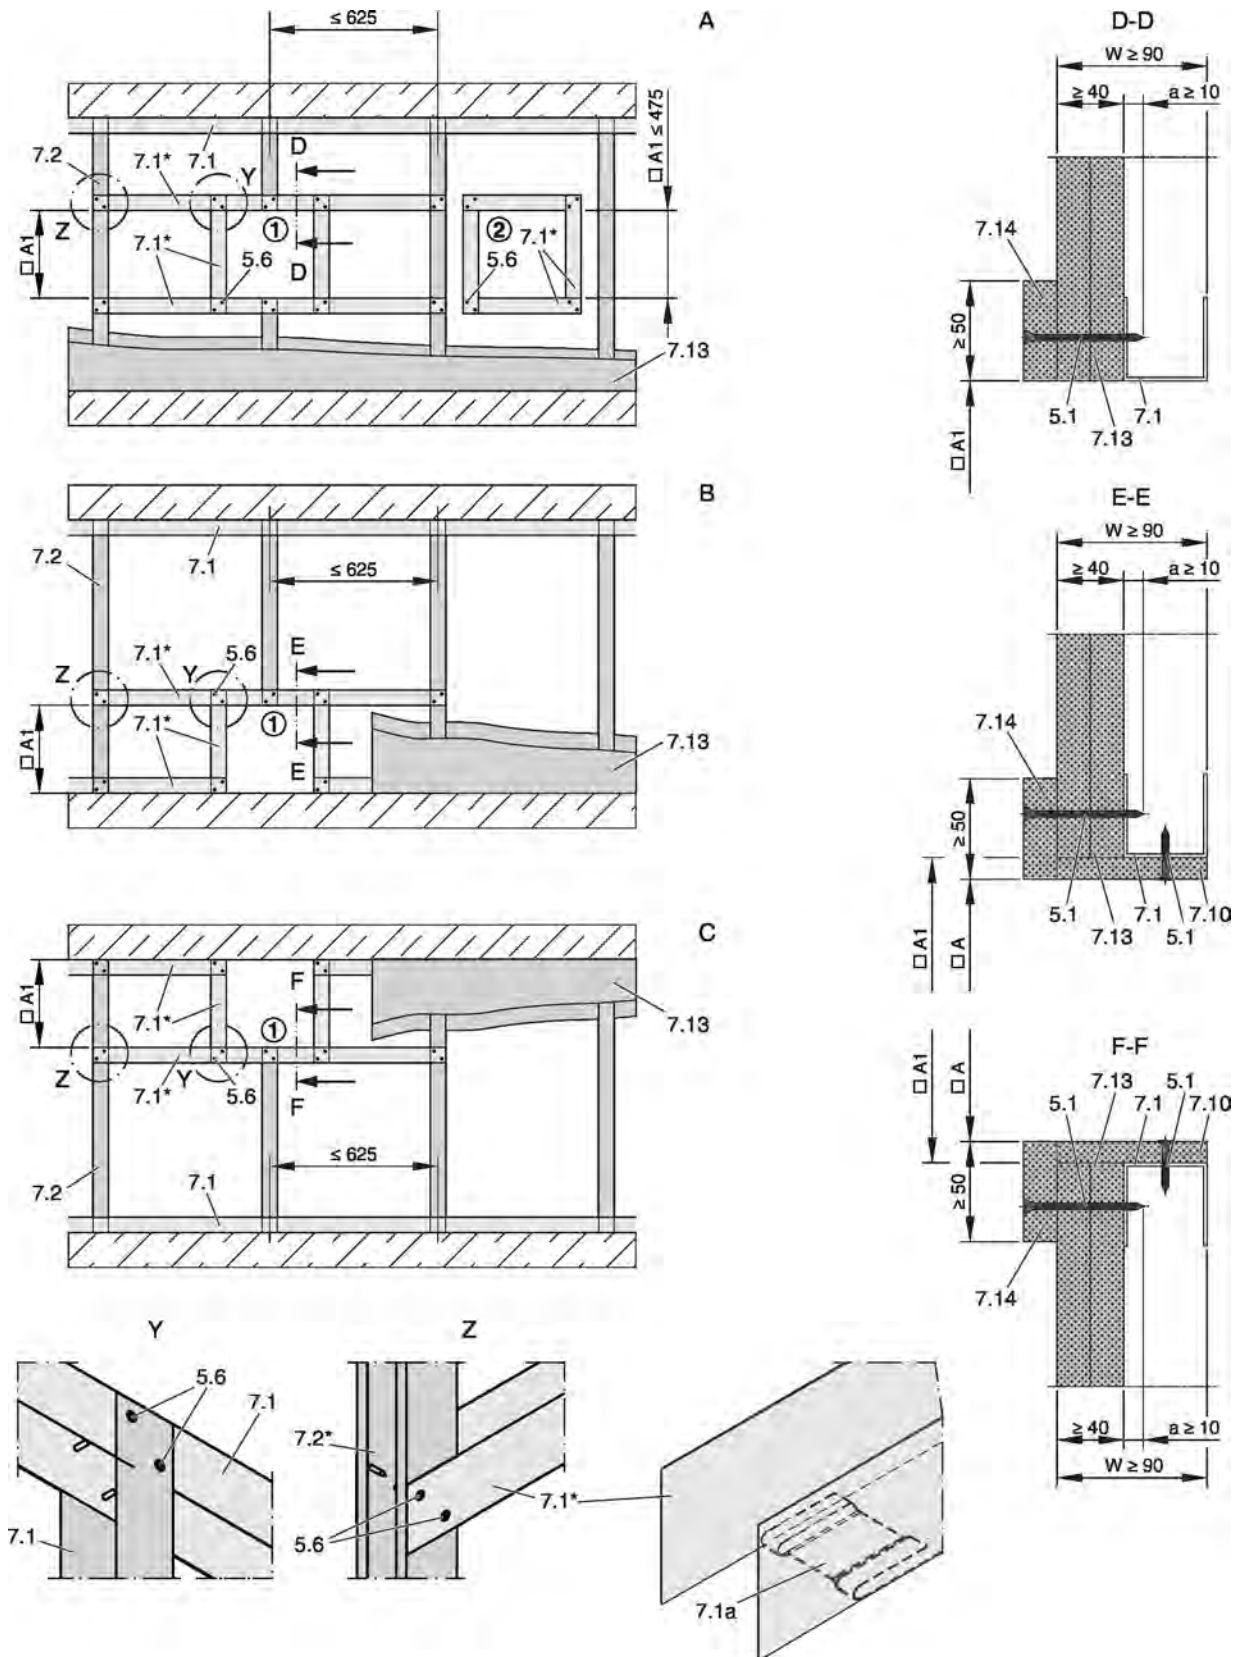

Fig. 96: Sjaktvegger med stålstenderverk og kledning på en side
- Oppfør bærevæggen i henhold til produsentens anvisninger og lag en montasjeåpning, se Fig. 96